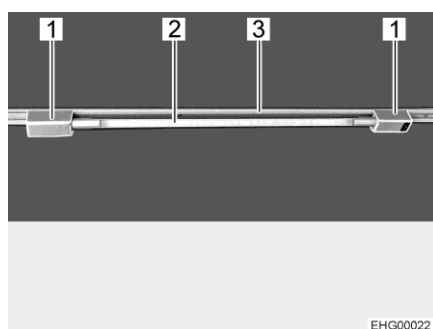

Fig. 28 Lampada tubolare
*Come inserire la lampada tubolare:* ■ Inserire i due supporti (Fig. 28,1) nella rotaia (Fig. 28,3). A tale scopo, ruotare i supporti di 90°.
■ Infilare il corpo lampada (Fig. 28,2) in uno dei supporti.
*Come orientare la lampada tubolare:* ■ Ruotare il corpo lampada (Fig. 28,2), finché non si raggiunge l'effetto luminoso desiderato.